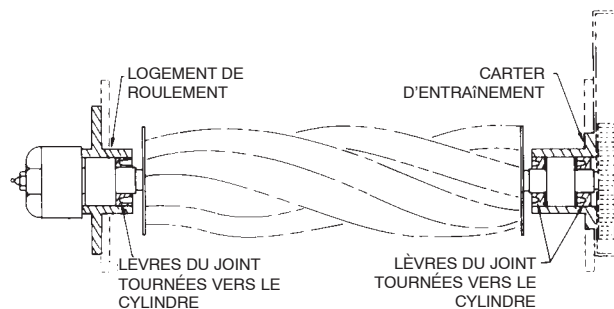

Figure 32
- Montez le joint extérieur (la lèvre tournée vers l'intérieur pour retenir la graisse) dans le carter d'entraînement en garnissant le diamètre extérieur de Loctite 242. Appliquez une fine couche d'huile sur les lèvres du joint et insérez l'ensemble roulement dans le joint, par l'autre côté (Fig. 32).
- Appliquez une fine couche d'huile sur les lèvres du joint intérieur et montez le joint dans le logement (les lèvres tournées dans la direction opposée au roulement et vers le cylindre). Posez la bague de retenue pour fixer l'ensemble dans le logement (Fig. 32).
- Appliquez une fine couche d'huile sur les lèvres du joint du logement de roulement et posez le joint sur l'ensemble roulement (la lèvre tournée dans la direction opposée au roulement) (Fig. 32).